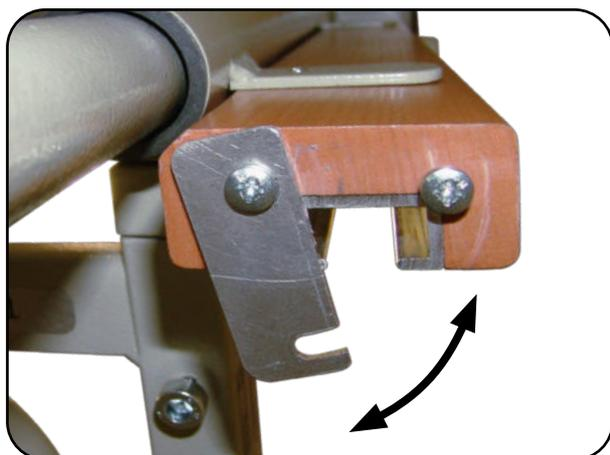

Abb. 6.4.01 – Alustopper am Holzpfosten
2. Entriegeln Sie die Alustopper, die sich am unteren Ende der Holzpfosten befinden (Abb. 6.4.01).
5. Schieben Sie die montierten Seitengittergleiter in die Aluschiene (Abb. 6.4.03) und verriegeln Sie den Alustopper (Abb. 6.4.01).
- Ziehen Sie die Schrauben an den vier Alustoppfern fest um ein unbeabsichtigtes Öffnen, während des Gebrauches, zu vermeiden (Abb. 6.4.01).